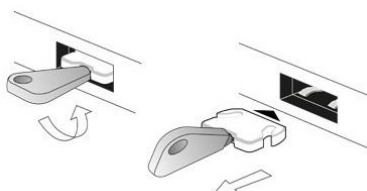

Bild 10:
3. Vrid försiktigt upplåsnyckeln åt vänster (*Bild 10*).